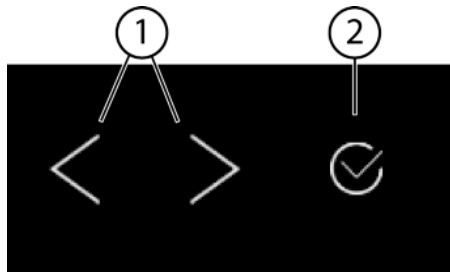
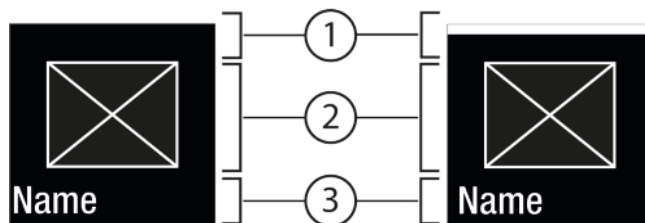
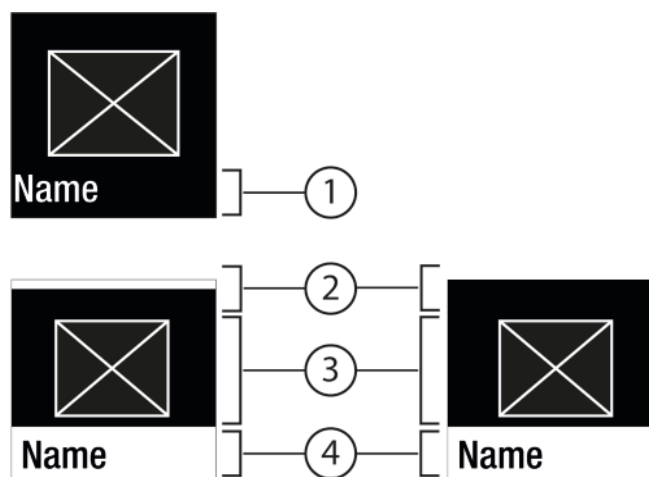

Fig. 3
Fig. 4
Fig. 5
(1) Navigační šipka doleva / (2) Potvrzení doprava
Navigační šipka doleva / doprava Fig. 3 (1):
Potvrzení Fig. 3 (2):
- Navigujte navigační šipkou doleva / doprava Fig. 3 (1).
- Pomocí Potvrzení Fig. 3 (2) funkce / nastavení aktivujte Fig. 4 (1) / deaktivujte Fig. 4 (1).
- Pomocí Potvrzení Fig. 3 (2) vyvolejte podmenu Fig. 5 (4).
- Nastavení nové hodnoty: Vyberte pomocí Potvrzení Fig. 3 (2) deaktivovanou hodnotu Fig. 4 (1).
- Zpět do menu: Vyberte pomocí Potvrzení Fig. 3 (2) již aktivovanou hodnotu Fig. 4 (2).
▶ Tiskněte navigační šipky Fig. 3 (1), dokud se nezobrazí.
▶ Stiskněte Potvrzení Fig. 3 (2).
▶ Tiskněte navigační šipky Fig. 3 (1), dokud se nezobrazí funkce.
▶ Zvolte navigačními šipkami Fig. 3 (1) hodnotu nastavení.
▷ Stav: aktivováno Fig. 4 (1) se krátce zobrazí v podmenu Fig. 5 (4).
- ▶ Tiskněte navigační šipky *Fig. 3 (1)*, dokud se nezobrazí nastavení .
- ▶ Stiskněte Potvrzení *Fig. 3 (2)*.
- ▶ Tiskněte navigační šipky *Fig. 3 (1)*, dokud se nezobrazí požadované nastavení.